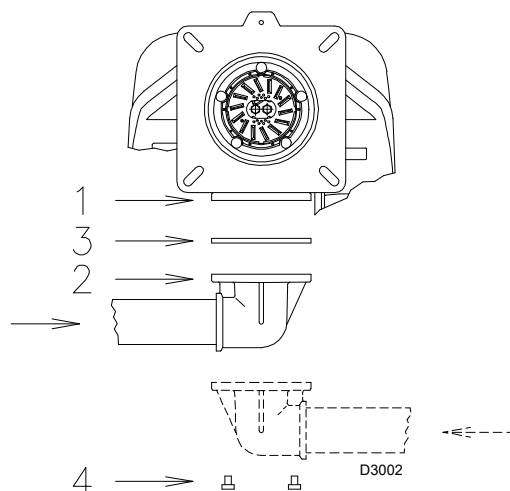

Fig. 28
- La rampa del gas se debe conectar a la conexión del gas 1)(Fig. 28), mediante la brida 2), la junta 3) y los tornillos 4), suministrados con el quemador.
- La rampa puede llegar desde la derecha o la izquierda, según resulte más cómodo; véase la Fig. 28.